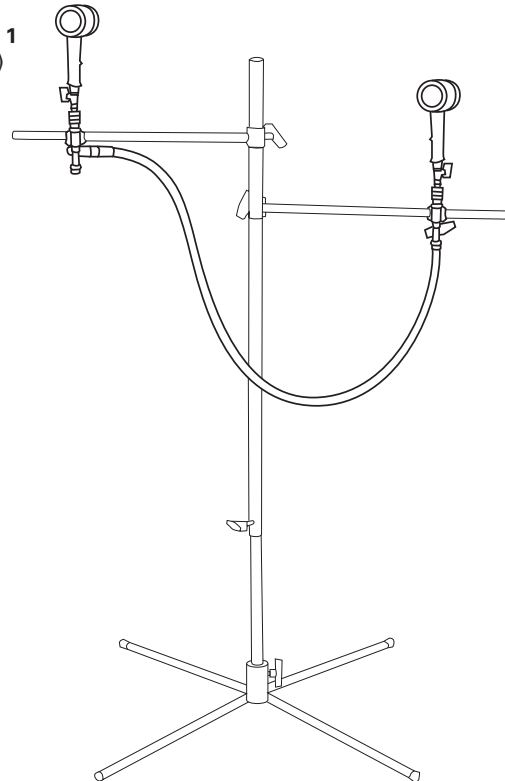

FIGURA 2 (130530)
Secadora de pintura Aerodry® 130529 Soporte para dos pistolas (Figura 1) 130530 Pistola secadora (Figura 2)
3. Use la válvula esférica de la pistola secadora para ajustar el flujo de aire. Ver Figura 2.